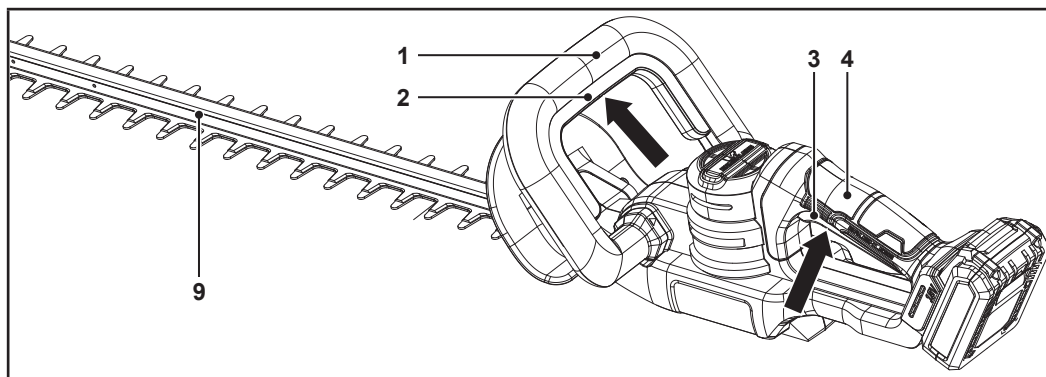

Fig. 5
**Interruptor de seguridad (2), interruptor de encendido/apagado (3):** Sostenga la máquina correctamente con ambas manos por la empuñadura delantera (1) y la empuñadura trasera (4). La máquina solo puede funcionar si se mantienen pulsados simultáneamente ambos interruptores (2, 3) (Fig. 5). Si se suelta algún interruptor, la máquina se detiene inmediatamente.
**NOTA:** La máquina solo puede funcionar si se mantienen pulsados simultáneamente ambos interruptores (2, 3) (Fig. 5). Si se suelta algún interruptor, la máquina se detiene inmediatamente.
1. Retire la cubierta de la cuchilla (11).
2. Compruebe si la cuchilla (9) está bien lubricada (consulte "Cuidado y mantenimiento").
3. Coloque la batería (12) en la máquina.
4. Asegúrese de que la cuchilla (9) no entra en contacto con ningún objeto.
1. Sostenga la máquina correctamente con ambas manos por la empuñadura delantera (1) y la empuñadura trasera (4) (Fig. 5).
2. Mantenga pulsado el interruptor de seguridad (2) (Fig. 5).
3. Mantenga pulsado el interruptor de encendido/apagado (3) (Fig. 5).